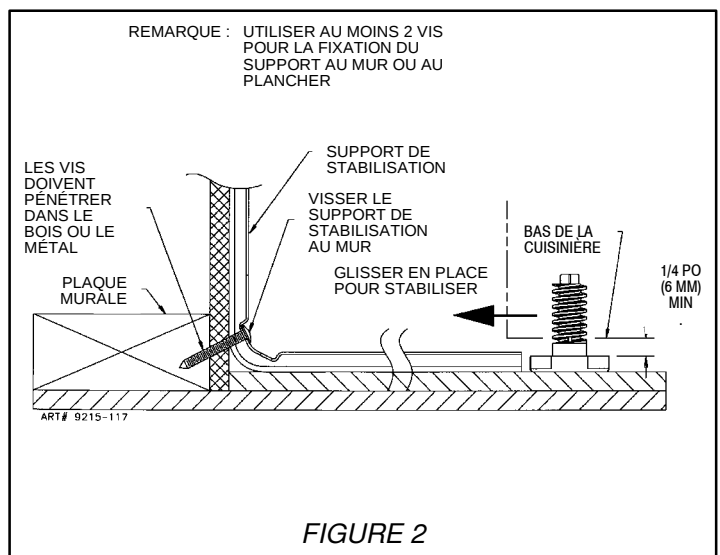

FIGURE 2
trou de positionnement de 1/8 po (3 mm) au centre de chaque trou (un clou ou un poinçon peut également être utilisé si une perceuse n'est pas disponible) tel qu'indiqué à la figure 2. Fixer le support de STABILISATION au mur à l'aide des deux vis fournies tel qu'indiqué à la figure 2. Passer à l'ÉTAPE 3.
- Placer la cuisinière de façon à ce qu'elle puisse entrer dans l'ouverture et la pousser en place. Remarque : un dégagement minimum de 1/4 po (6 mm) est exigé entre la cuisinière et le pied de mise à niveau qui va s'insérer dans le support de STABILISATION (voir figure 2).